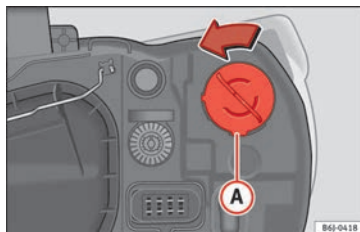

Fig. 175 Clignotant du phare simple.
- Tournez le support d'ampoules » fig. 175 **A** vers la gauche puis tirez.